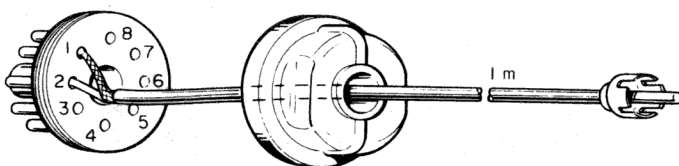

Fig. 8-4 Coax-Anschlußkabel für den Panorama-Adapter
1. Das Ende des Coaxkabels mit dem angelöteten Cynchstecker wie Fig. 8-4 zeigt, mit den Stiften 1 und 2 des 8-poligen (Oktal) Fernbedienungssteckers (REMOTE 8 PL) verbinden.